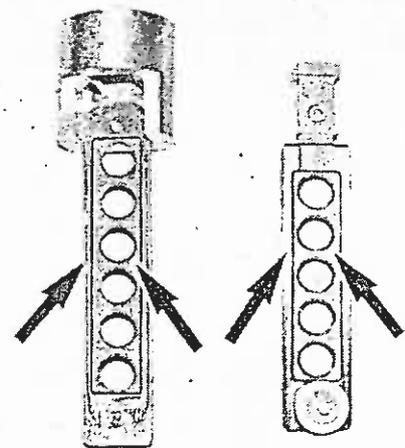

Bild 53
4. Führungsflächen (Bild 53/Pfeile) einölen und